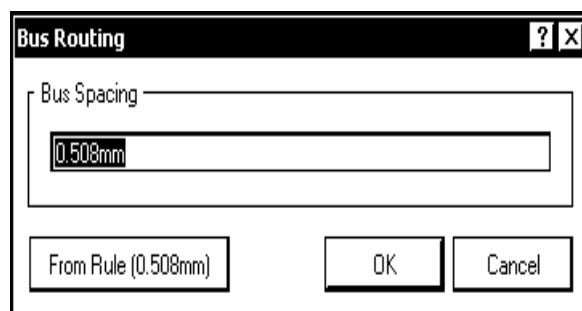

Рис. 7.10
5. Клавишей Tab активизировать “горячее” редактирование шага между проводниками трассы. В диалоговом окне Bus Routing (рис. 7.10) предлагается установить значение шага.